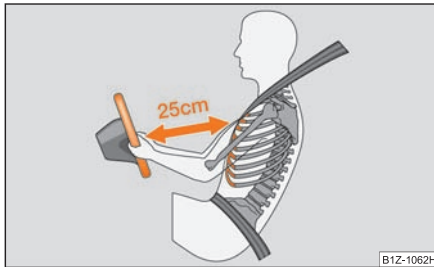

Abb. 151 Sicherer Abstand vom Lenkrad
- Für den Fahrer und Beifahrer ist es wichtig, einen Abstand von mindestens 25 cm vom Lenkrad bzw. von der Schalttafel einzuhalten ⇒ Abb. 151. Wenn Sie den Mindestabstand nicht einhalten, kann Sie das Airbag-System nicht schützen - Lebensgefahr! Außerdem müssen die Vordersitze und die Kopfstützen immer der Körpergröße entsprechend richtig eingestellt sein.